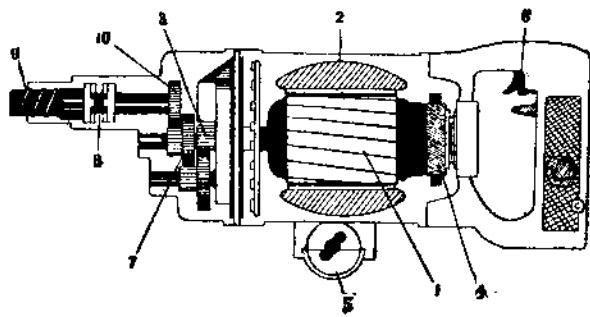

Рис. 63. Разрез ключа-отвертки.
Передаточный механизм состоит из шестереночной передачи (7) и раздвижной кулачной муфты. Шестереночная передача состоит из 3 пар шестерен разных диаметров. Сцепление шестерен подобрано так, что вал кулачной муфты вращается со скоростью 500 оборотов в минуту. Ведущая шестерня смонтирована на валу двигателя, две пары (3) передаточных — на полуосях и ведомая — на валу кулачной муфты. Передача вращательного движения с вала двигателя валу кулачной муфты осуществляется через сцепление 6 пар шестерен в указанном порядке (рис. 63).